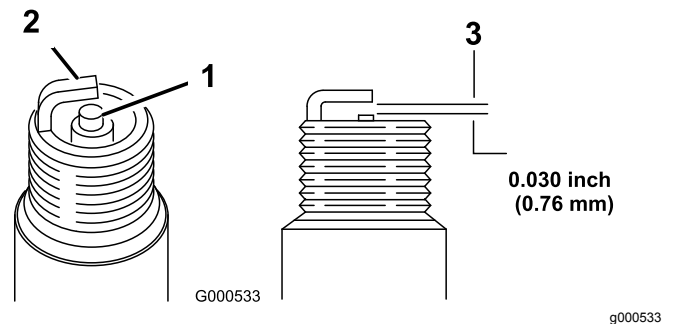

Bild 20
5. Stellen Sie den Elektrodenabstand auf 0,76 mm ein, siehe Bild 20.